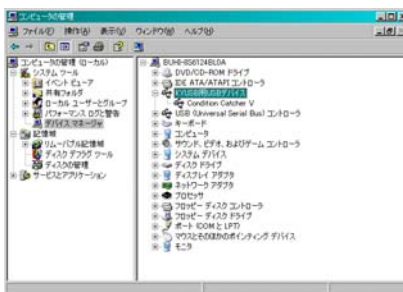

図 15. USBドライバのインストール画面5
- ⑤USBドライバが正しくインストールされると、図15のように、Windows の『コントロールパネル』にあるデバイス・マネージャの『KYUSB 用 USB デバイス』下に『Condition catcher V』が表示されます。